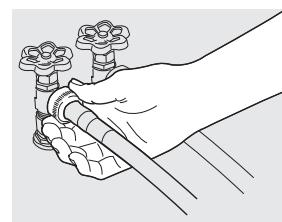

fig. 5
- Conecte la manguera de entrada CALIENTE al suministro de agua CALIENTE y la manguera de entrada FRÍA al suministro de agua FRÍA. (fig 5).